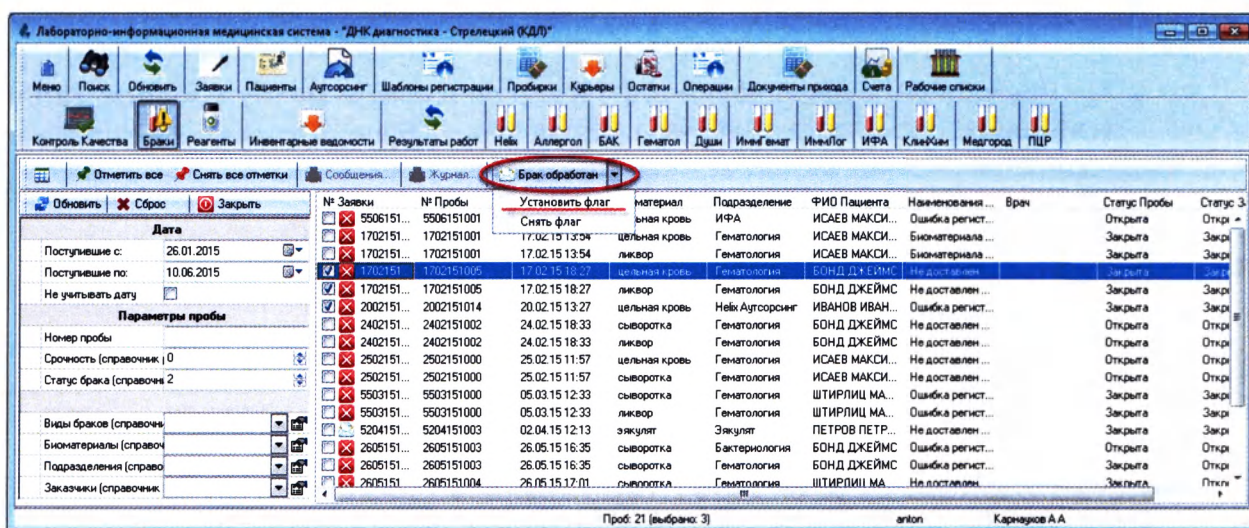

Рисунок 7.15
2. Нажмите кнопку «Брак обработан» и из выпадающего списка выберите пункт «Установить флаг» (Рисунок 7.15):